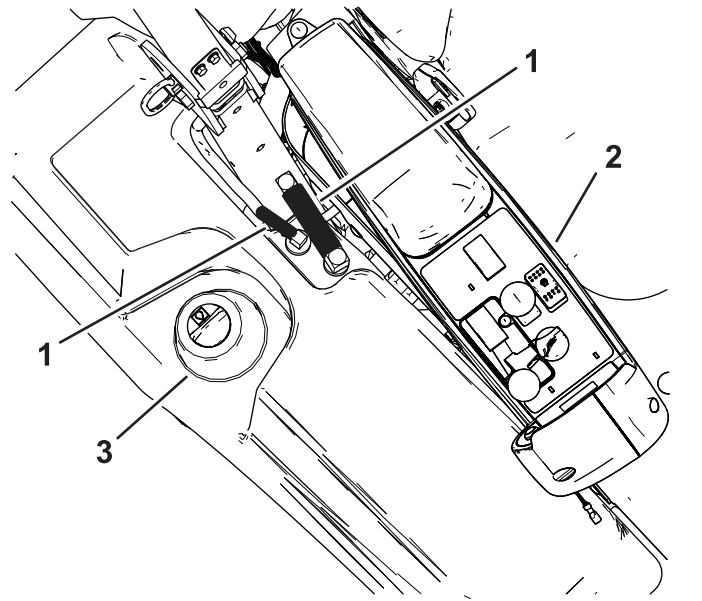

Figure 2
1. Déposez les flexibles d'évent comme montré à la Figure 2.